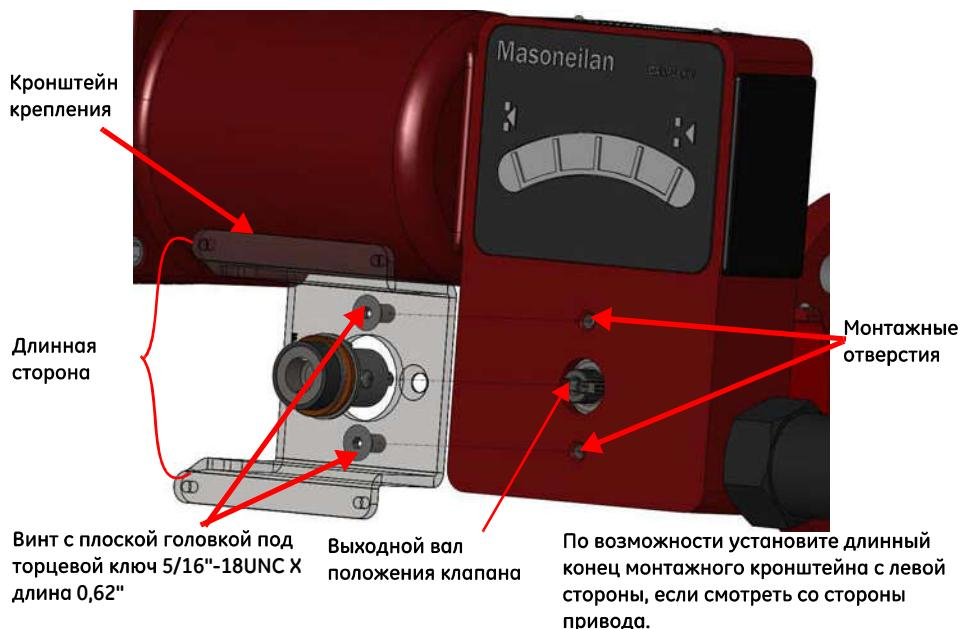

Рис. 9. Прикрепление монтажного кронштейна к приводу
- Прикрепите монтажный кронштейн к приводу (Рис. 9).